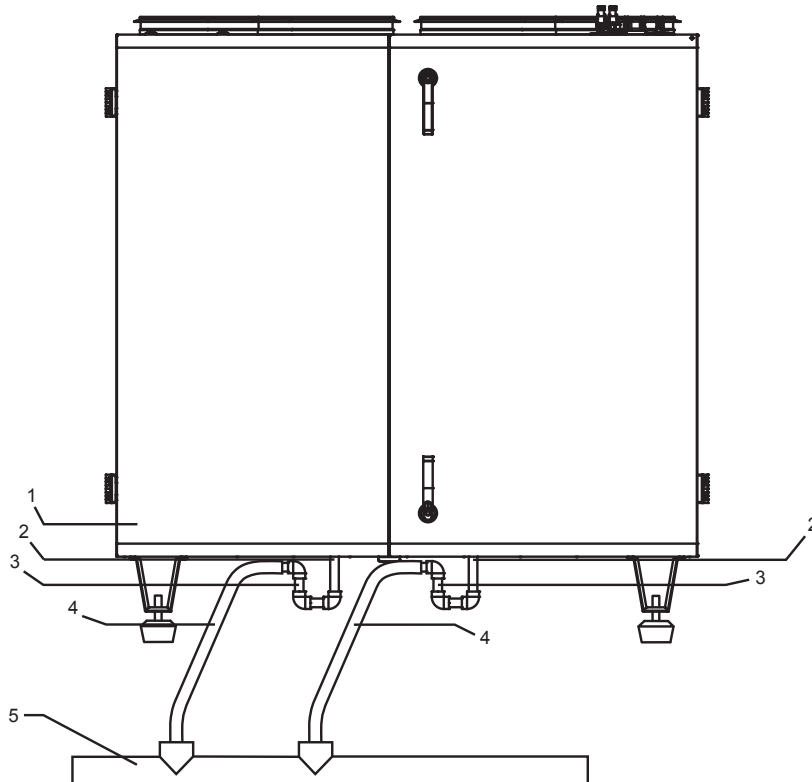

Рис. 2
Подсоедините сифон (3) к вентагрегату (1) и канализационной системе (6) трубами (4, 5), как показано на рис. 2.
Система отвода конденсата должна эксплуатироваться в помещениях с температурой воздуха выше 0, в противном случае необходимо покрыть тепловой изоляцией всю систему отвода конденсата от вентагрегата до канализационной трубы и проложить нагревательный элемент (в виде кабеля) под изоляцией. Схема отвода конденсата от вентагрегата показана на рис. 2.